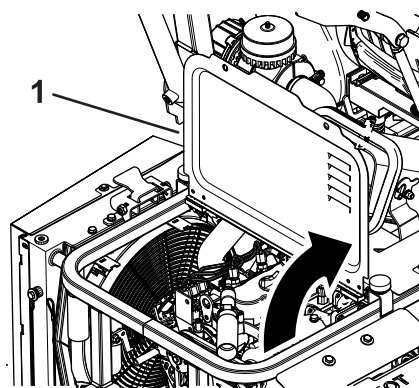

Bild 52
2. Entfernen Sie die Befestigungen und heben Sie die Abdeckung an, um an den Motor zu gelangen (Bild 52).